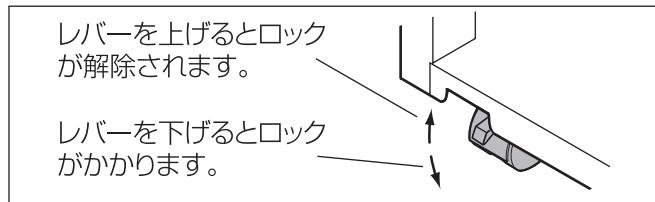

図5 キャスター拡大図
- 1.キャスター⑩のレバーを下げる、ロックしてください。P7 図5 参照
P7 図5 参照